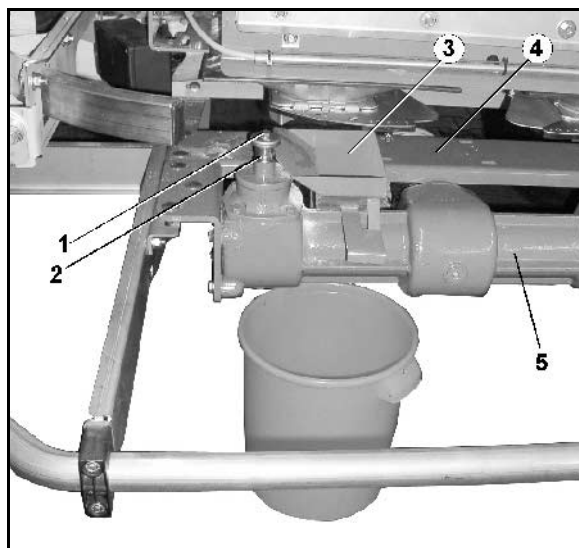

Fig. 48
4. Montera styrplåten för utmatningsprovet (Fig. 48/1) mellan bryggan (Fig. 48/2) och fördelningsväxel-lådan (Fig. 48/3) och skjut in den till växellådsaxeln.
5. Placera mättråget (Fig. 48/4) under styrplåten.